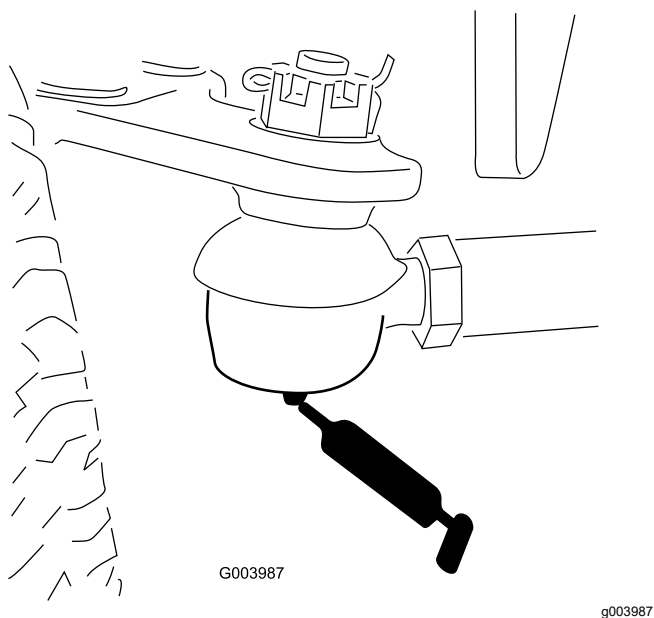

Bild 68
- Spurstange der Hinterachse (2)—Bild 68